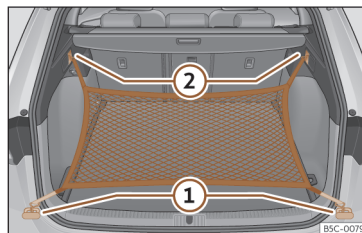

Fig. 187 Dans le coffre à bagages : œillets ① et crochets ② pour accrocher le filet.
- Fixez les crochets courts du filet aux œillets d'amarrage >>> **fig. 187** ① >>> . La fermeture à glissière du sac doit rester vers le haut.
- Fixez les rubans aux crochets pour accrocher des sacs ②.